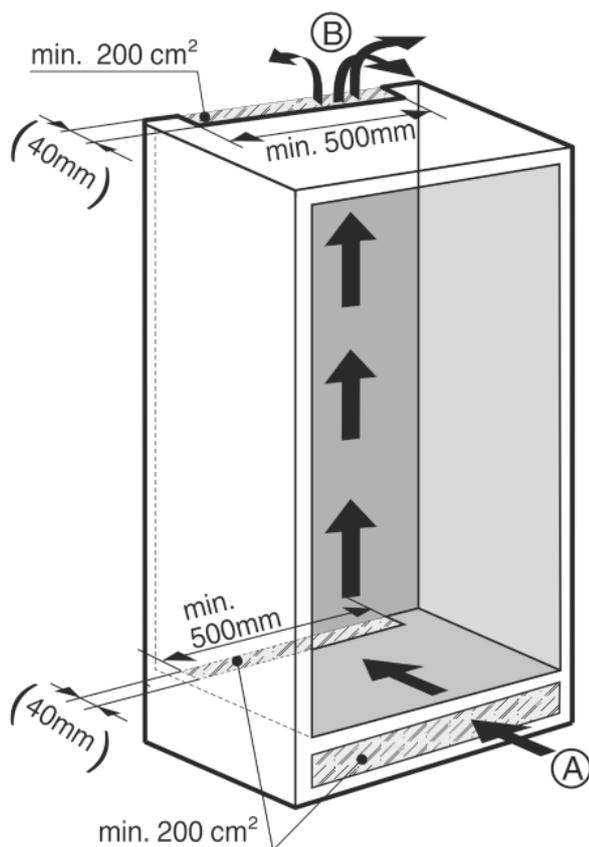

Fig. 3
- Mora postojati učinkoviti ventilacijski presjek od najmanje 200 cm² po uređaju na ulazu zraka Fig. 3 (A) i na izlazu zraka Fig. 3 (B).